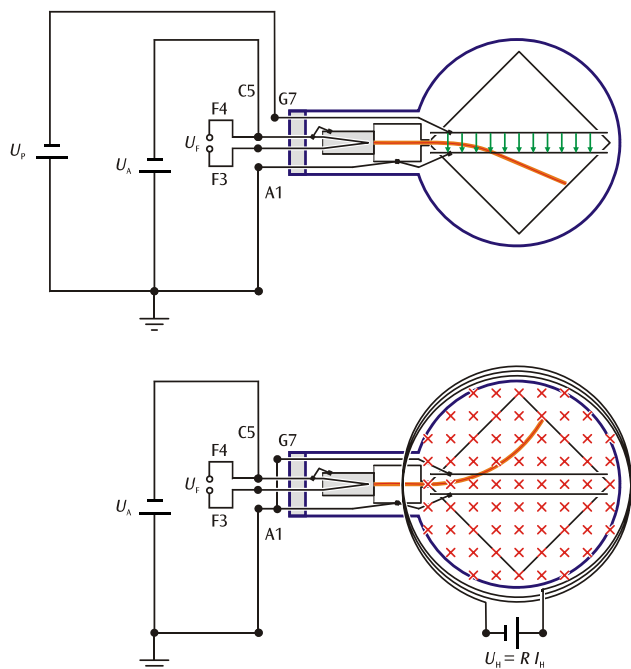

Fig. 1: representação esquemática do tubo de Thomson. Desvio no campo elétrico (acima), abaixo, no campo magnético.
perpendicularmente à direção do movimento e do plano criado pelo campo magnético. O desvio ocorre em direção vertical quando tanto a direção do movimento como também o campo magnético se encontram no plano horizontal (veja fig. 1). Se direção do movimento é perpendicular ao campo magnético homogêneo, então os elétrons são forçados a seguir um percurso circular cuja força centrípeta é dada pela força de Lorentz.
(veja fig. 1 acima). O campo elétrico, portanto, pode ser escolhido para que apenas compense o desvio no campo magnético:
- Ligar os conectores F3 e F4 do suporte para tubos com a saída de tensão de aquecimento (conector azul) do aparelho de alta tensão por meio de cabos de segurança para experiências (veja também a fig. 1).